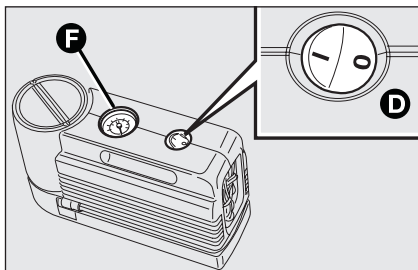
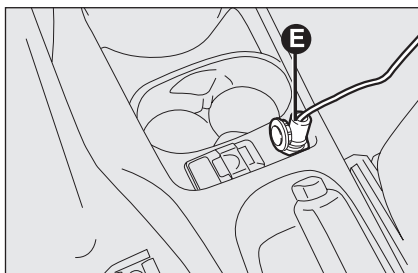

fig. 14
fig. 15
- vérifier que l'interrupteur **D-fig. 14** du compresseur soit en position 0 (éteint), démarrer le moteur, insérer la fiche **E-fig. 15** dans la prise de courant et actionner le compresseur en mettant l'interrupteur **D-fig. 14** en position I (allumé). Gonfler le pneu à la pression indiquée dans le paragraphe "Pression de gonflage" du chapitre "Caractéristiques techniques".
Pour plus de précision dans la lecture, il est préférable de vérifier la valeur de la pression sur le manomètre **F-fig. 14** à compresseur éteint;